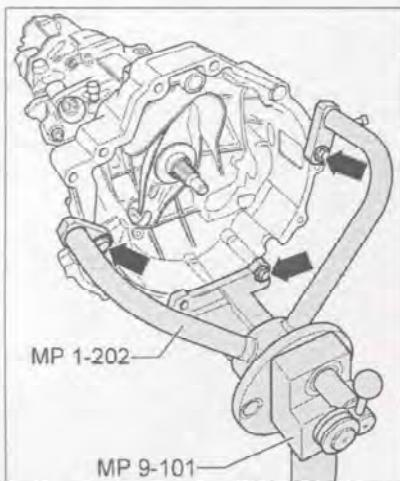

Рис. 7.189. Закрепите коробку передач на сборочном стенде (стрелки).
1. Закрепите коробку передач на сборочном стенде (стрелки) (рис. 7.189).